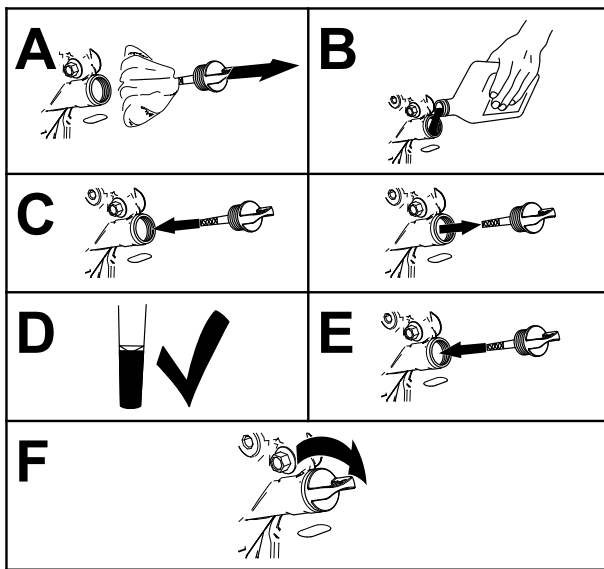

Bild 37
4. Gießen Sie langsam ungefähr 80 % der angegebenen Ölmenge in den Einfüllstutzen und füllen Sie dann vorsichtig mehr Öl ein, um den Ölstand an die **Voll**-Markierung zu bringen (Bild 37).